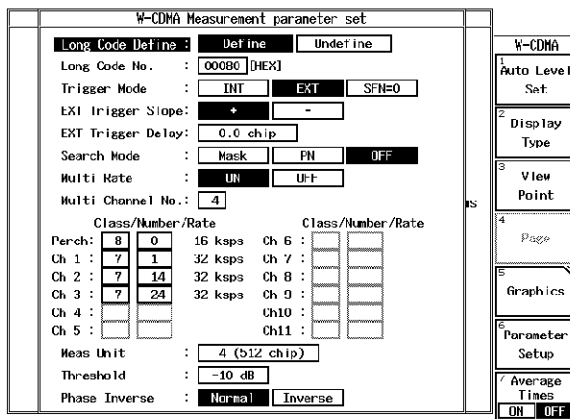

図 6-4 パラメータ設定 (RF 入力 BTS 測定)
4. R3267/73 を CF:2GHz、RF 入力、BTS 測定に設定し、パラメータを図 6-4 のように設定し、*DC CAL*、*AUTO LEVEL* を実行します。